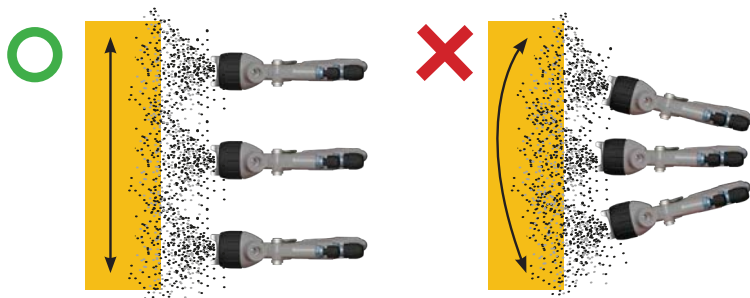

Fig.03
• **Prensaestopas de la cabeza de la Pistola:** Para cambiar el prensaestopas, desmonte el Regulador de producto (ver Fig.01), extrayendo la Aguja de producto y el muelle con su tope (ver Fig.02). Con ayuda de una llave de métrica 13 (ver Fig.03) y quitar el prensaestopas de 3 piezas.
• **Prensaestopas de la válvula de Aire:** Desmonte el volante regulador de producto, extrayendo el muelle con el pitón y la aguja de producto. (ver Fig.01 y 02). Con una llave Allen de 9 mm. desmonte la caja guía, extrayendo el muelle cónico y la válvula (ver Fig.03, 04, 05 y 06).